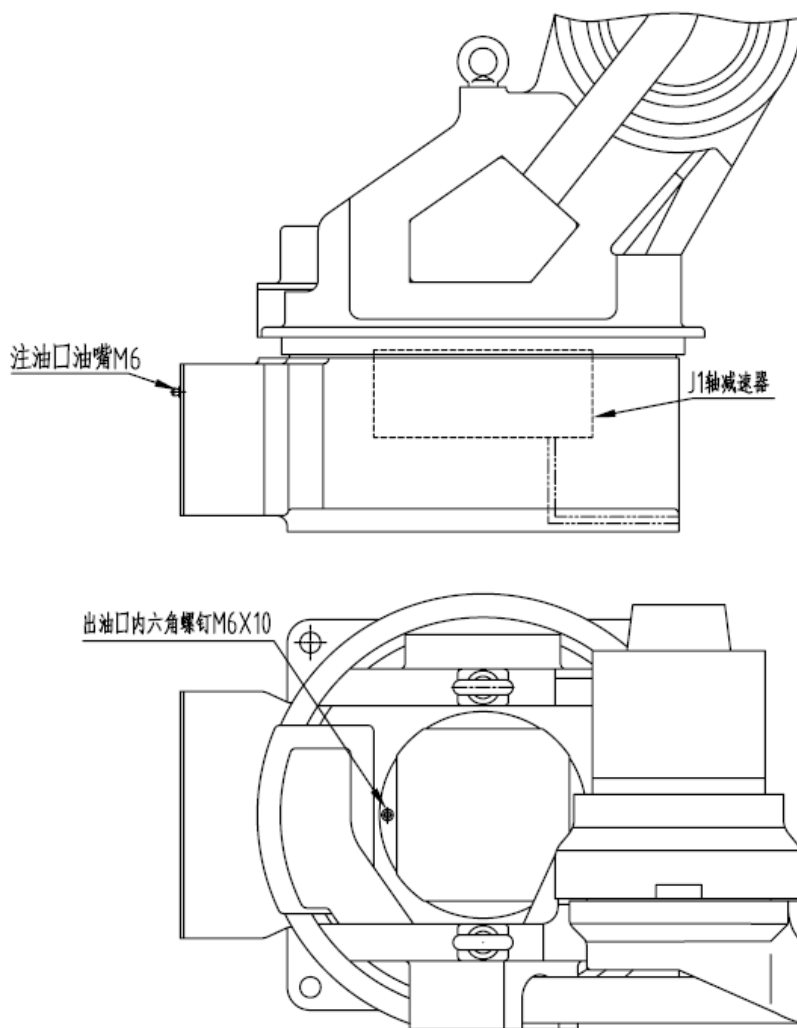

图 11 J1 轴减速机局部结构
(1) 油脂补充步骤（参考 图 11）
- ③ 安装注油口堵塞；
- ④ 安装出油口堵塞前，运动 J1 轴几分钟，使多余的油脂从出油口排出；
- ⑤ 用布擦净从出油口排出的多余油脂，安装出油口堵塞。
(2) 油脂更换步骤（参考 图 11）